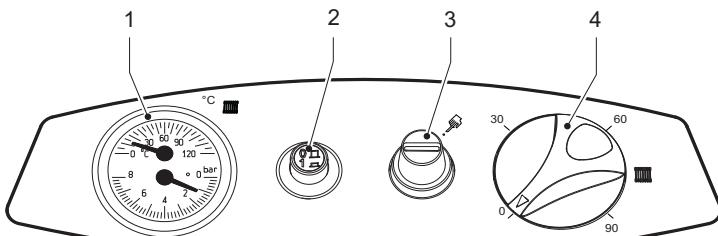

рис. 1 - Панель управления
- Поместите термостат регулировки котла (поз. 4 - рис. 1) на минимальное значение.
- Поместите термостат регулировки котла (поз. 4 - рис. 1) на требуемое температурное значение (не менее 50°).
Если повернуть термостат регулировки котла 4 (рис. 1) по часовой стрелке, температура воды в системе отопления повышается, и наоборот, против часовой стрелки - уменьшается. Температуру воды в системе отопления можно регулировать в пределах от 30° до 90°. Однако не рекомендуется эксплуатировать котел при температуре ниже 45°.
Задайте с помощью комнатного термостата нужную температуру внутри помещения. По команде от комнатного термостата котел нагревает воду в системе отопления до температуры, заданной с помощью термостата регулировки котла 4 (рис. 1). При достижении в помещении желаемой температуры котел выключается.
При заполнении холодной системы отопления, давление воды, контролируемое по показанию установленного на котле термогигрометра (поз. 1 - рис. 1), должно составлять примерно 1,0 бар. Если во время работы давление воды в системе упало (из-за испарения растворенных в воде газов) до величины ниже вышеуказанного минимума, пользователь должен открыть кран подачи воды и довести давление до первоначального значения. По окончанию операции всегда закрывайте кран подачи воды.
Блокировка котла вследствие недостаточного удаления продуктов сгорания	Открутите крышку терmostата дымовых газов (поз. 3 - рис. 1) и нажмите на кнопку под ним. В случае повторяющихся блокировок котла обратитесь в ближайший сервисный центр